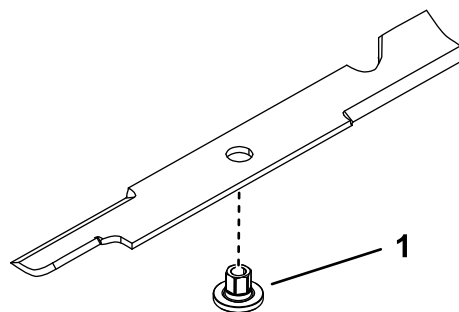

Bild 108
- Montieren Sie eine Buchse durch das Messer, wobei der Bund der Buchse auf der unteren (Gras-)Seite des Messers liegen muss (Bild 108).